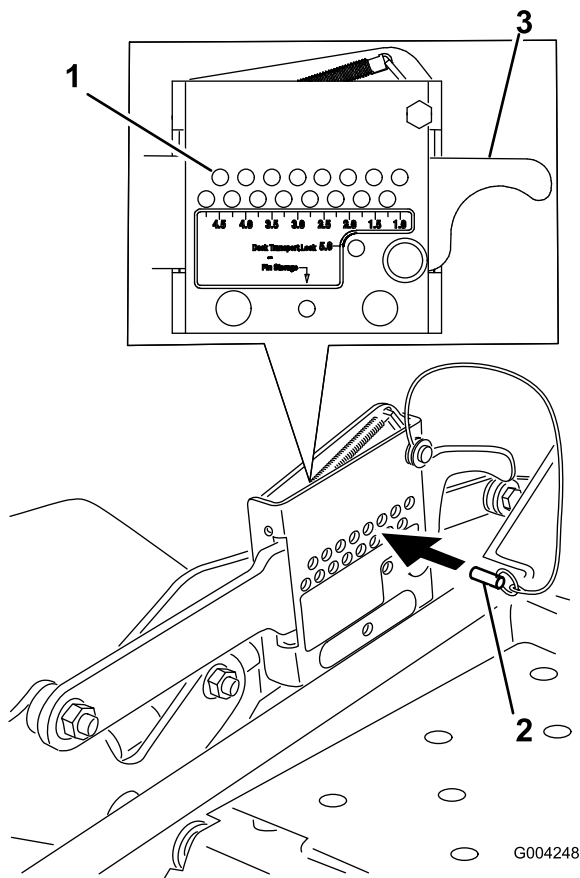

Figura 15
1. Alzate la leva dell'altezza di taglio in posizione di trasporto (anche la posizione di 125 mm dell'altezza di taglio) (Figura 15).
2. Per regolare, spostate il perno con testa dalla staffa dell'altezza di taglio (Figura 15).
3. Nella staffa dell'altezza di taglio scegliete un foro corrispondente all'altezza di taglio richiesta, ed inserite il perno con testa (Figura 15).